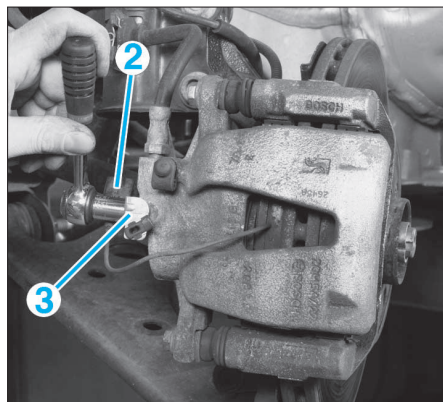

FIG. 3
- Débrancher le connecteur (2) du capteur d'usure des plaquettes (Fig.3).
- Déposer la vis de fixation (3) du support de connecteur du capteur d'usure.